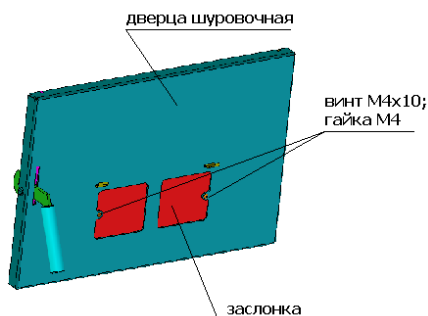

Рис.31 Крепление заслонки (крышка не показана)
8.2.3 На шуровочной дверце 1 (**рис.2**) снять кронштейн 4 (**рис.9**). Из комплекта горелки КОРІ 4/25 или КОРІ 12/50 (табл.2) на шуровочную дверцу с внутренней стороны (**рис.31**) крепить заслонку (изоляцией на дверцу).